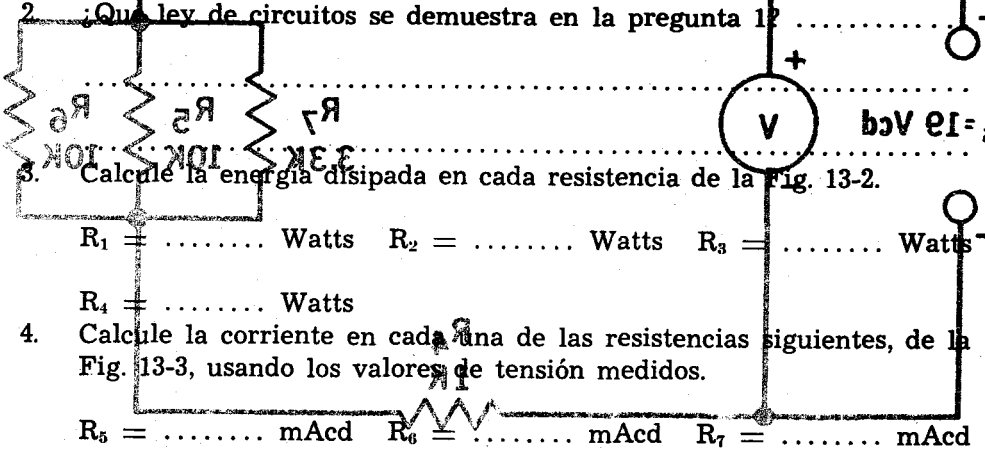

Fig 13-3
13. Alambre el circuito que se muestra en la Fig. 13-3.
4. Calcule la corriente en cada una de las resistencias siguientes, de la Fig. 13-3, usando los valores de tensión medidos.